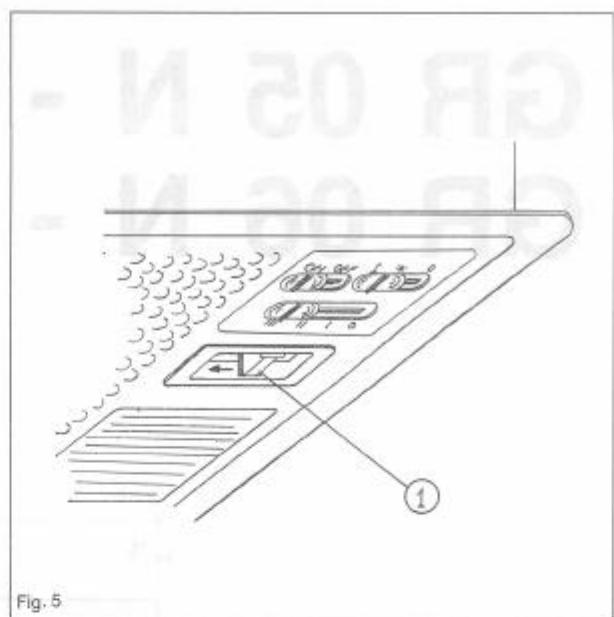

Fig. 5
- Pousser les 2 poignées l'une contre l'autre (Fig. 5/1) et décrocher la grille du logement.
1. Die beiden Griffe (Abb. 5/1) gegeneinanderdrücken und das Gitter aushängen.